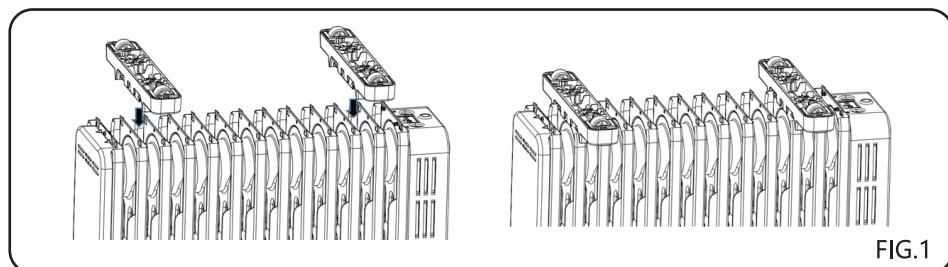

FIG.1
- ① AVISO: Não opere o aparelho sem os pés acoplados. Só utilize o aquecedor quando estiver na posição vertical (pés na parte inferior, controles na parte superior). Operar o aquecedor quando ele está em qualquer outra posição pode criar um perigo.
- ② Certifique-se de que o radiador está desligado e desconectado.
- ③ Vire o corpo de cabeça para baixo e certifique-se de que está estável e não cairá.
- ④ Aline as fivelas de montagem dos componentes do rodízio com os orifícios do radiador. Pressione na direção da seta. A fivela do rodízio cairá no orifício do radiador.(FIG.1)